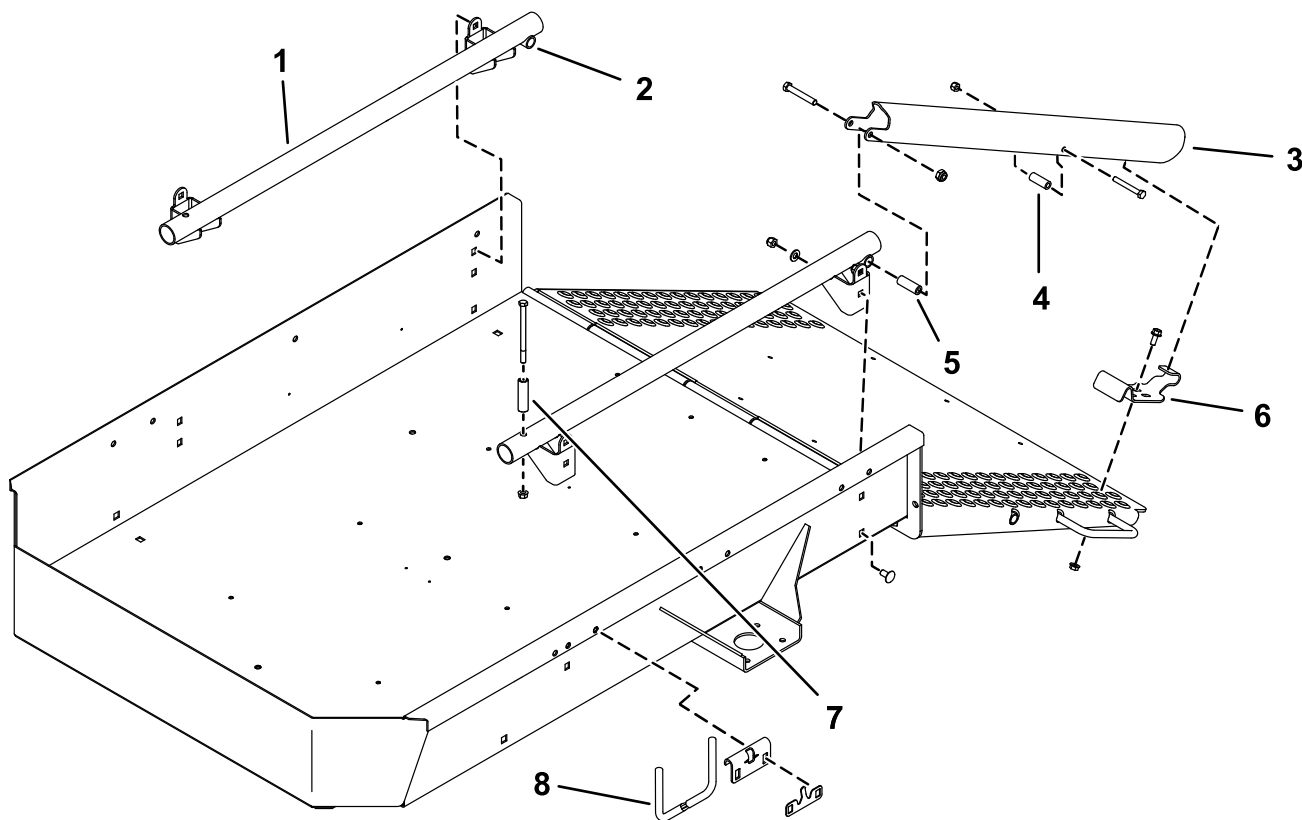
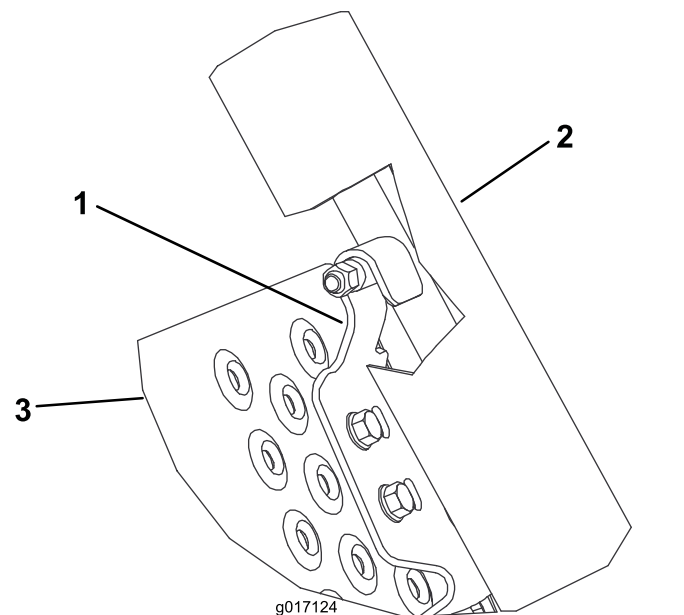

图2
图4
5. 使用 4 颗托架螺栓、平垫圈和锁紧螺母，将管子组件安装支架固定至拖车各侧的方形孔中（图2）。调整管组件的位置，使十字管位于后面。
6. 使用 $\frac{3}{6}$ x $2\frac{1}{2}$ 英寸的平头螺丝、隔片和锁紧螺母，将一个装载斜面安装到各个管子组件的后面（图2）。
7. 安装六角头螺丝，使其穿过装载斜面的每个中心孔和 2 个橡胶管（图4）。
8. 将锁定支架放置到斜面的两侧，使他们与装载斜面的下面对齐，接合装载斜面的涂色销，并使之与斜面的孔对齐（图2 和图4）。每个锁定支架仅使用一套安装孔。
9. 使用 5/16 x ¾ 英寸的凸缘头螺丝和凸缘螺栓，将各锁定支架宽松地安装到斜面上（图2 和图4）。
10. 提起并锁定斜面。调节锁定支架，使它们与涂色销接合，然后拧紧凸缘螺丝和螺母（图2 和图4）。
11. 使用在第 4 步拆下的支架和紧固件，将窄车轮杆安装至拖车两侧的安装孔，使杆端朝上（图2）。